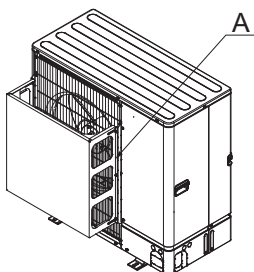

Fig. 2-4
- (2) Monter en luftledeskærm på steder, hvor kraftig vind kan blæse direkte ind i luftudgangen. (Fig. 2-4)